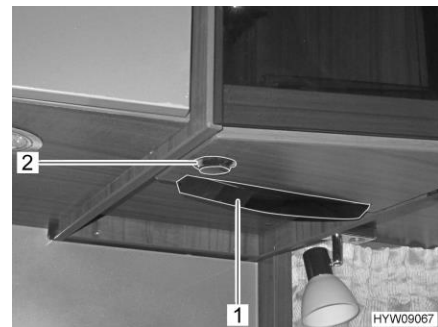

Fig. 12 Bloccaggio (vano abbassabile)
- Spingere il vano verso l'alto finché non si innesta. A tale scopo, utilizzare la maniglia (Fig. 12,1) apposita.
- Premere verso l'interno il bottone a pressione (Fig. 12,2) finché non si innesta.